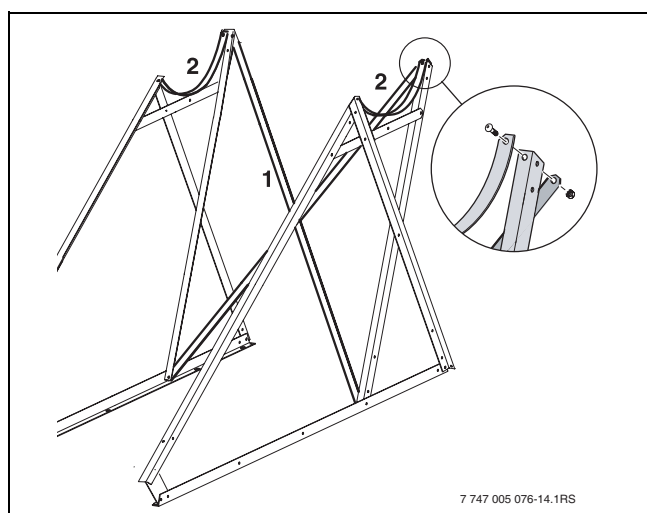

Fig. 14 Montar el perfil de soporte trasero
- Atornillar los perfiles de soporte traseros por el centro formando una cruz (Fig. 14, (1)) y unir con ellos los dos triángulos laterales. Montar también las cintas (2) del acumulador. La cabeza aplanada del tornillo debe mirar en dirección del acumulador de agua caliente que se mostrará posteriormente.